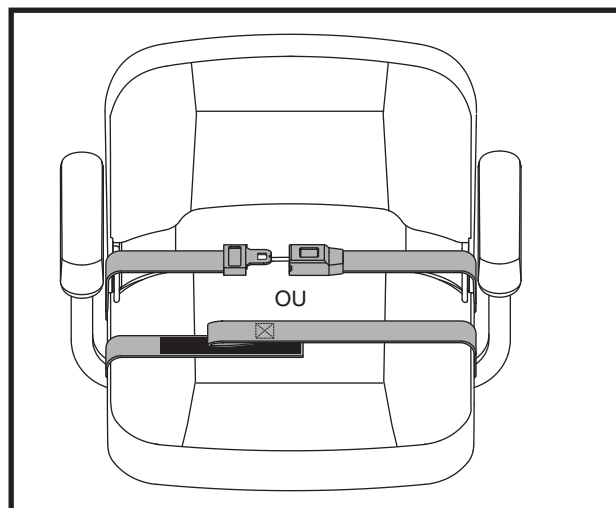

Figure 20. Ceinture de positionnement–De type attache in métal ou Ceinture de positionnement–Crochet réutilisable et boucle de fixation
Votre scooter peut être équipé d'une ceinture de positionnement de type automobile réglable pour votre confort. **Voir la figure 20.** La ceinture de positionnement est conçue pour supporter et empêcher le conducteur de glisser ou d'avancer sur le siège. La ceinture de positionnement n'est pas une ceinture de sécurité.
1. Insérez l'onglet de la ceinture côté droit dans la boucle de ceinture côté gauche jusqu'à ce que vous entendiez le "clac". **Voir la figure 20.**
1. Alignez les deux côtés de la ceinture en plaçant les deux bouts directement au-dessus du côté de l'attache ("crochet") du côté opposé de la ceinture. Pressez fermement ensemble pour attacher. **Voir la figure 20.**